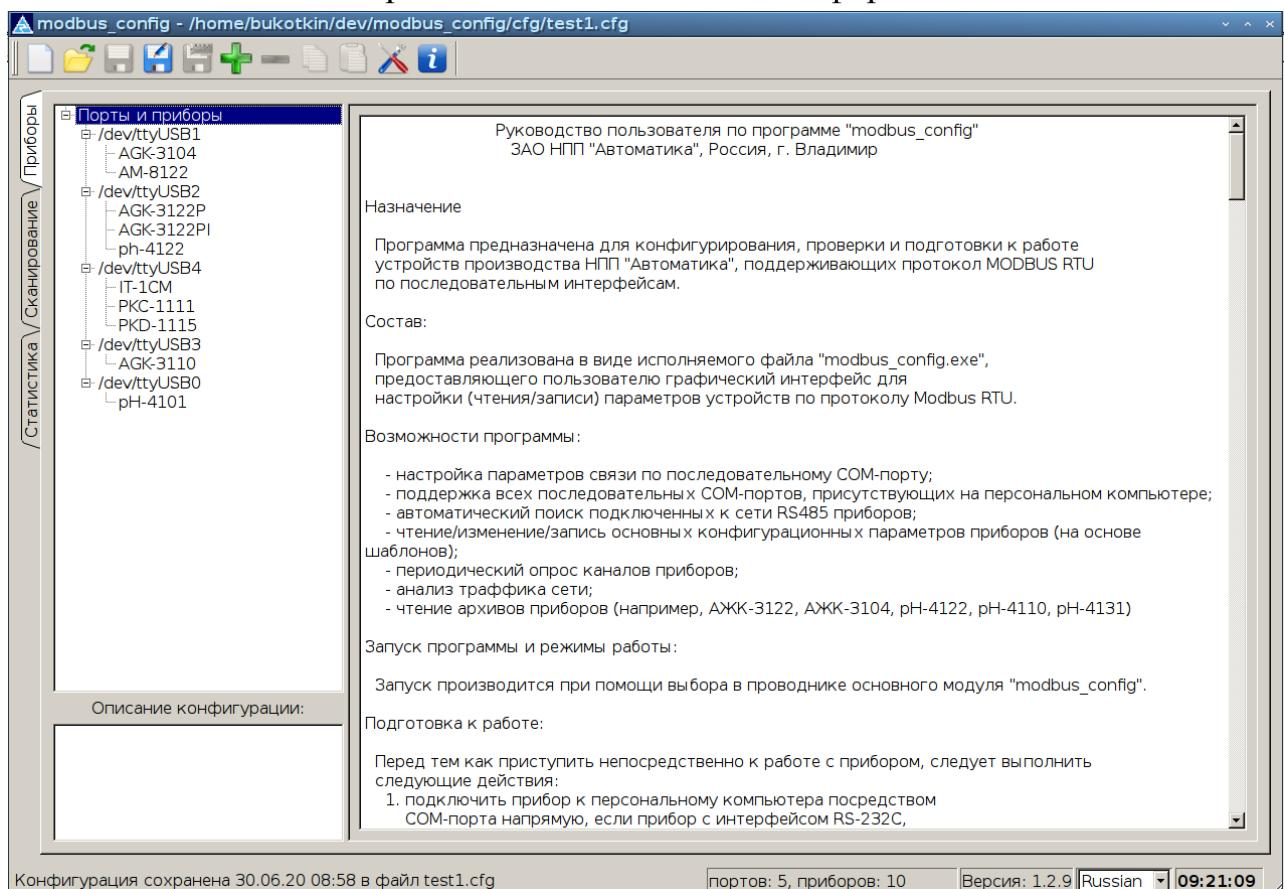

Рисунок 1 - Основное окно приложения
5.1 Основное окно программы (Рисунок 1) разделено на три части - дерево объектов, область ввода и редактирования свойств (настроек/параметров) объектов и панель функциональных кнопок (меню). Также имеются две вкладки: